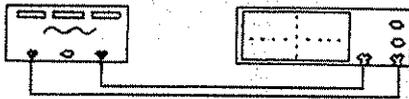

Figura 12.22. Esquema de conexiones de un osciloscopio midiendo las magnitudes asociadas a tensiones senoidales proporcionadas por un generador de funciones.
1. Consigue un generador de funciones (instrumento muy utilizado en electrónica que sirve para producir tensiones variables a diferentes frecuencias) y, a modo de ejercicio práctico, comprueba con un osciloscopio los valores de las magnitudes asociadas a las tensiones senoidales de diferentes frecuencias (véase figura 12.22).